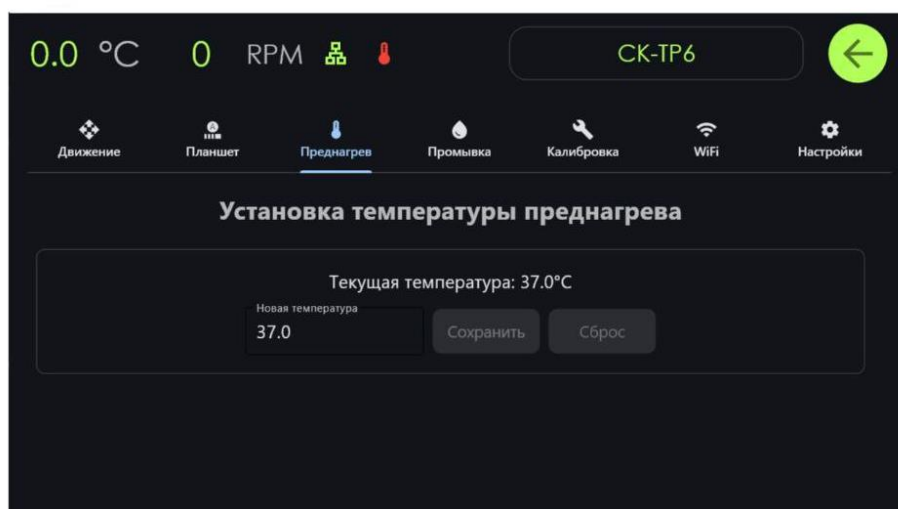

Рисунок 40 – Сервис. Блокировка установки температуры преднагрева
- установка температуры преднагрева (см. стр. 24, рисунок 40)